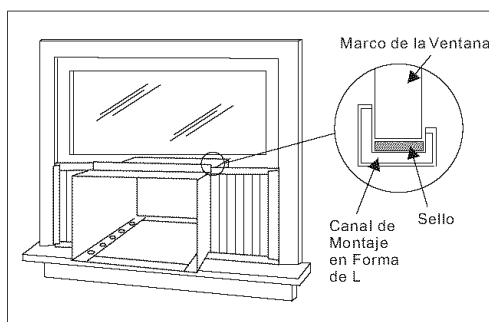

Fig. 11
B. Asegúrese de que el canal de montaje en forma de L esté delante del marco. El canal en forma de U de la parte inferior del gabinete debe quedar en el riel del soporte ensamblado. Baje la ventana hasta que apoye justo detrás de la parte delantera del canal de montaje en forma de L. Vea la (Fig. 11).